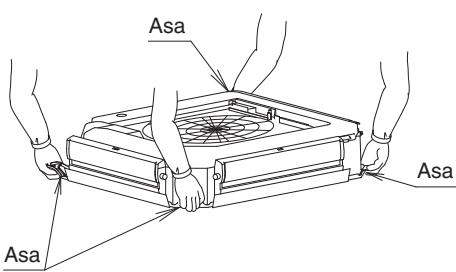

Fig. 9
- Al transportar la unidad interior, sujetela por los accesorios metálicos de cuelgue. (Refiérase a la Fig. 9)